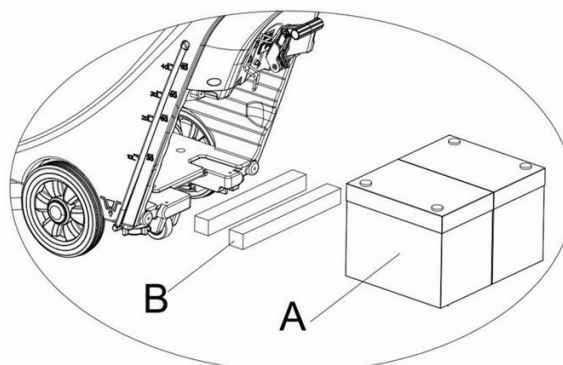

Figura 6
- 1) Per batterie di lunghezza inferiore ai 270mm, usare 2 pezzi di schede di fissaggio (**B**, **Figura 6**) e collocarle fianco a fianco dentro tra il serbatoio dell'acqua e la batteria;
- 2) Per batterie di lunghezza compresa tra 310mm-270mm, usare 1 pezzo delle schede di fissaggio (**B**, **Figura 6**) e posizionarlo tra serbatoio dell'acqua e la batteria;